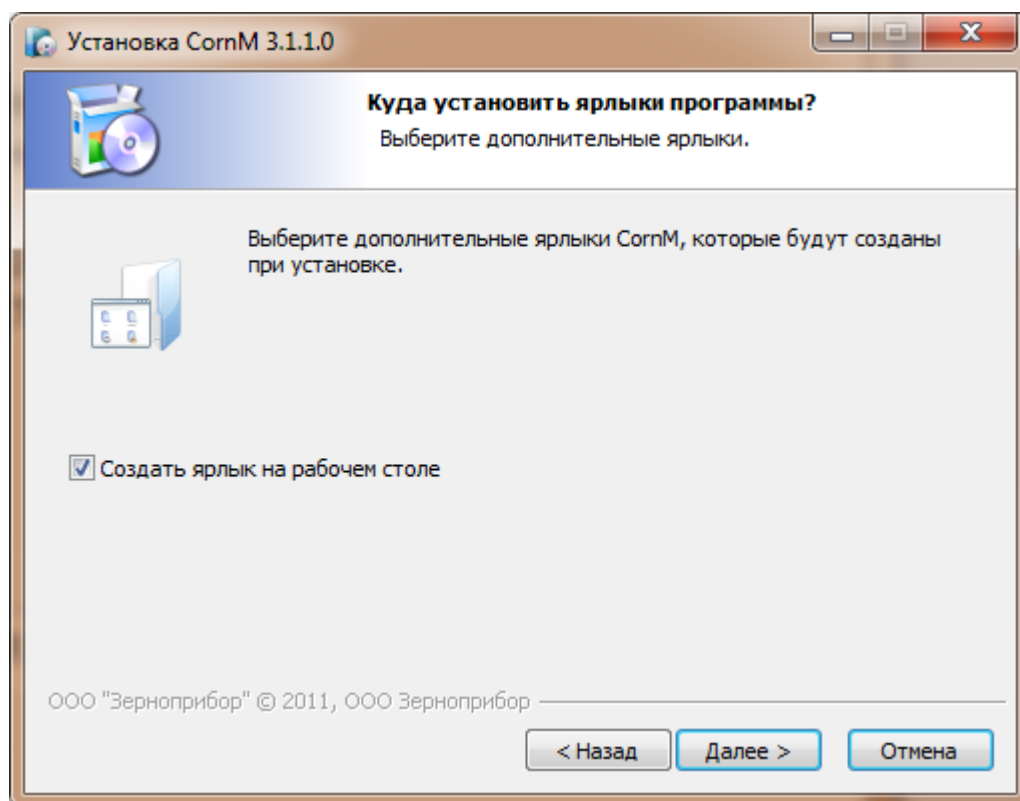

Рис. 1.4 Создание ярлыка на рабочем столе
- На этом шаге мастер установки задаст вопрос о создании ярлыка на рабочем столе (рис. 1.4).